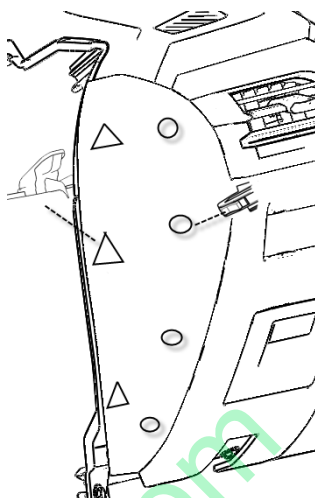

图 1.5.11 仪表板左端护板 (左右对称)
- (1) 双手放在图 1.5.11 左下护板两侧, 沿水平往上 5 度方向缓慢拔该零件直至装配处结构都脱开。
- (1) 将杂物箱打开, 然后在杂物箱右侧找到杂物箱气动弹簧拉绳, 将拉绳再拉长一点使得其脱出杂物箱上的半圆结构, 按图 1.5.11 所示脱开气动弹簧拉绳与杂物箱总成的连接;
- (2) 将杂物箱两侧的限位块通过旋转 90 度取出, 使下本体不再对杂物箱有限位功能;
- (3) 将杂物箱总成转轴处与仪表板下本体配合紧固处沿 X 方向用力脱开, 即可取出杂物箱总成。